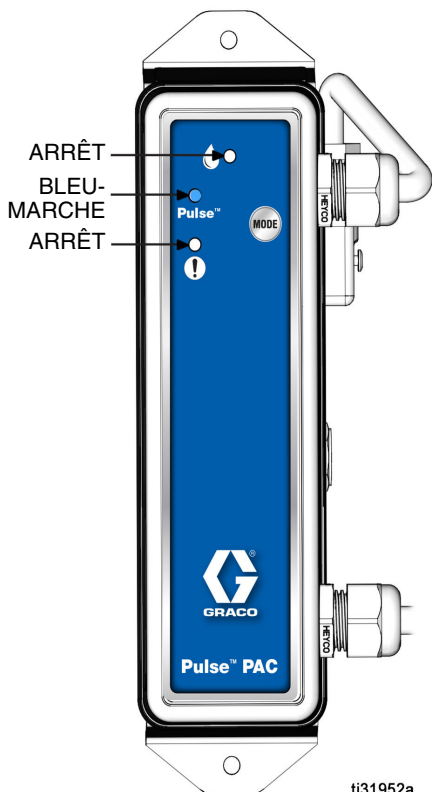
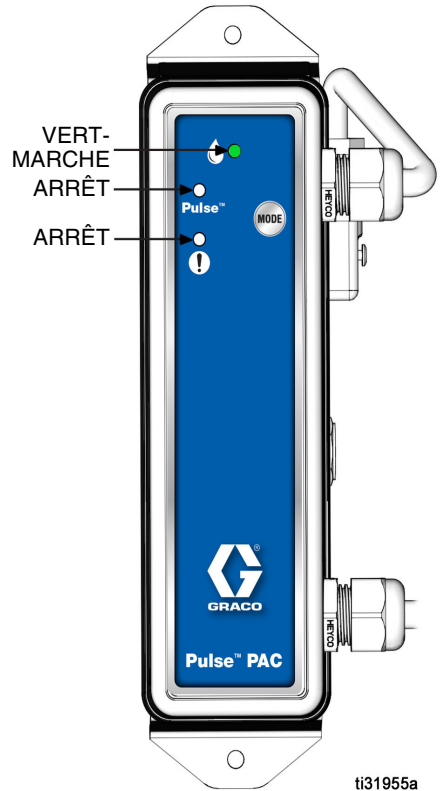
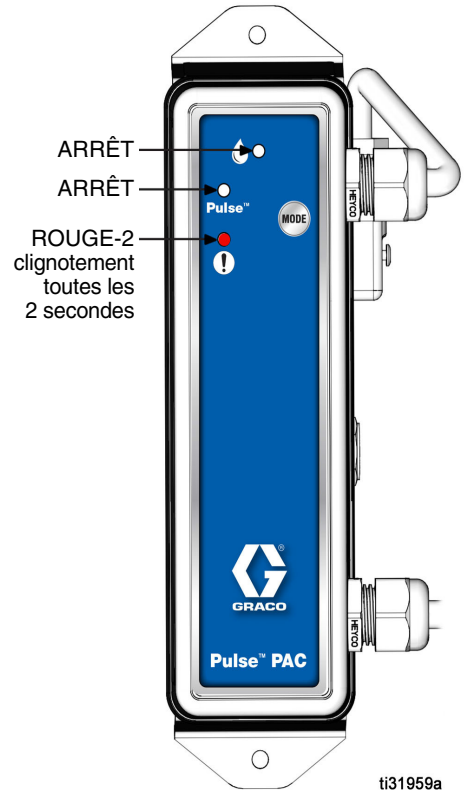

FIG. 16
FIG. 19
FIG. 23
**REMARQUE** : Voir **Mode Pulse, pas d'erreurs** (FIG. 16, page 12) et **Mode Travail hors ligne, pas d'erreurs**, FIG. 19, page 13).
- En mode Pulse (préférée) (FIG. 16), la pompe ne fonctionnera que si elle reçoit une autorisation du logiciel Pulse.
**REMARQUE** : Dans ce mode, le voyant bleu continu de Pulse (B) est allumé.
- Le mode Travail hors ligne (FIG. 19) active l'air à la pompe de sorte qu'elle puisse être utilisée sans autorisation de Pulse.
**REMARQUE** : Dans ce mode, le voyant vert continu de Travail hors ligne (C) est allumé.
Les LED sur la PAC s'allument et/ou clignotent pour signaler le statut ou un code d'erreur de la PAC. Se reporter à FIG. 16 - FIG. 23 pour déterminer le statut de la PAC.